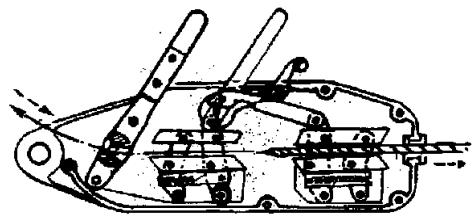

Figure 1 : invoeren van de kabel : duw de vrijloophendel voorwaarts tot in zijn
- 1) **Invoeren van de kabel (fig 1)** met de punt naar beneden geduwd met de hendel op vrijloop. Bij het horen van een klik, dwz dat de klembek geopend is, kan de kabel ingevoerd worden. Bij het lassen van de vrijloop hendel moet de kabel vast zitten. Door het heen en weer bewegen van de bedienhendel zal de kabel ingetrokken worden en is het toestel klaar voor gebruik.
4. Fig 1 : om de kabel uit te trekken; druk de vrijloophendel in positie zodat de klembekken openen en de kabel vrij kan worden uitgetrokken. Verwijder alle vuil van de kabel en rol deze op voor volgende operatie.